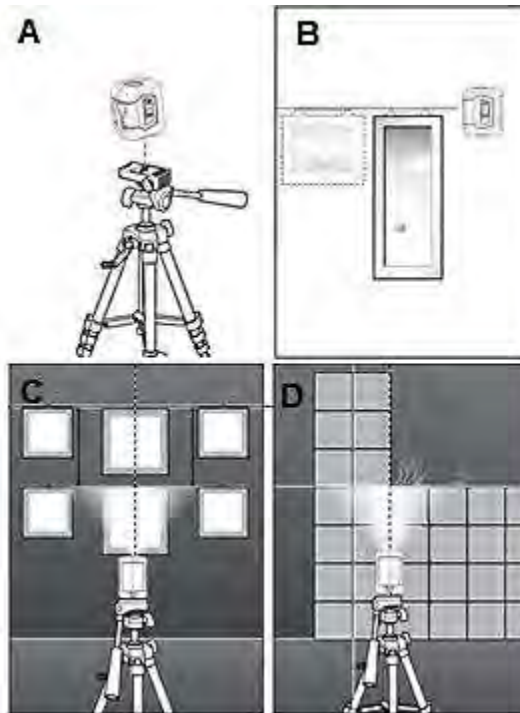

Рисунок 2
При необхідності рівень може бути встановлений на штатив з різьбленням 1/4 "(10). В комплект штатив не входить. Штатив (10) стабільний і регульований по висоті. Приєднайте лазерний рівень до штатива з допомогою фіксуючого гвинта, вставляючи в отвір (9). Див. рисунок 2(A).